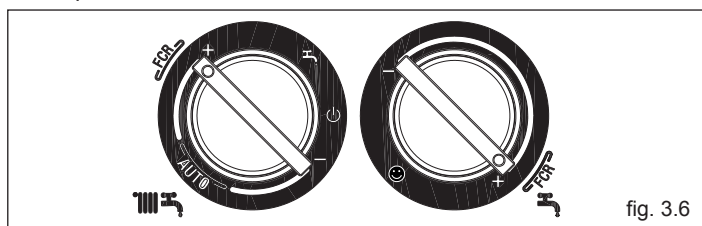

fig. 3.6
- posizionare i selettori di regolazione temperatura acqua riscaldamento e temperatura acqua sanitaria nell'apposita zona indicata con FCR (formazione condensa ridotta) (fig. 3.6).